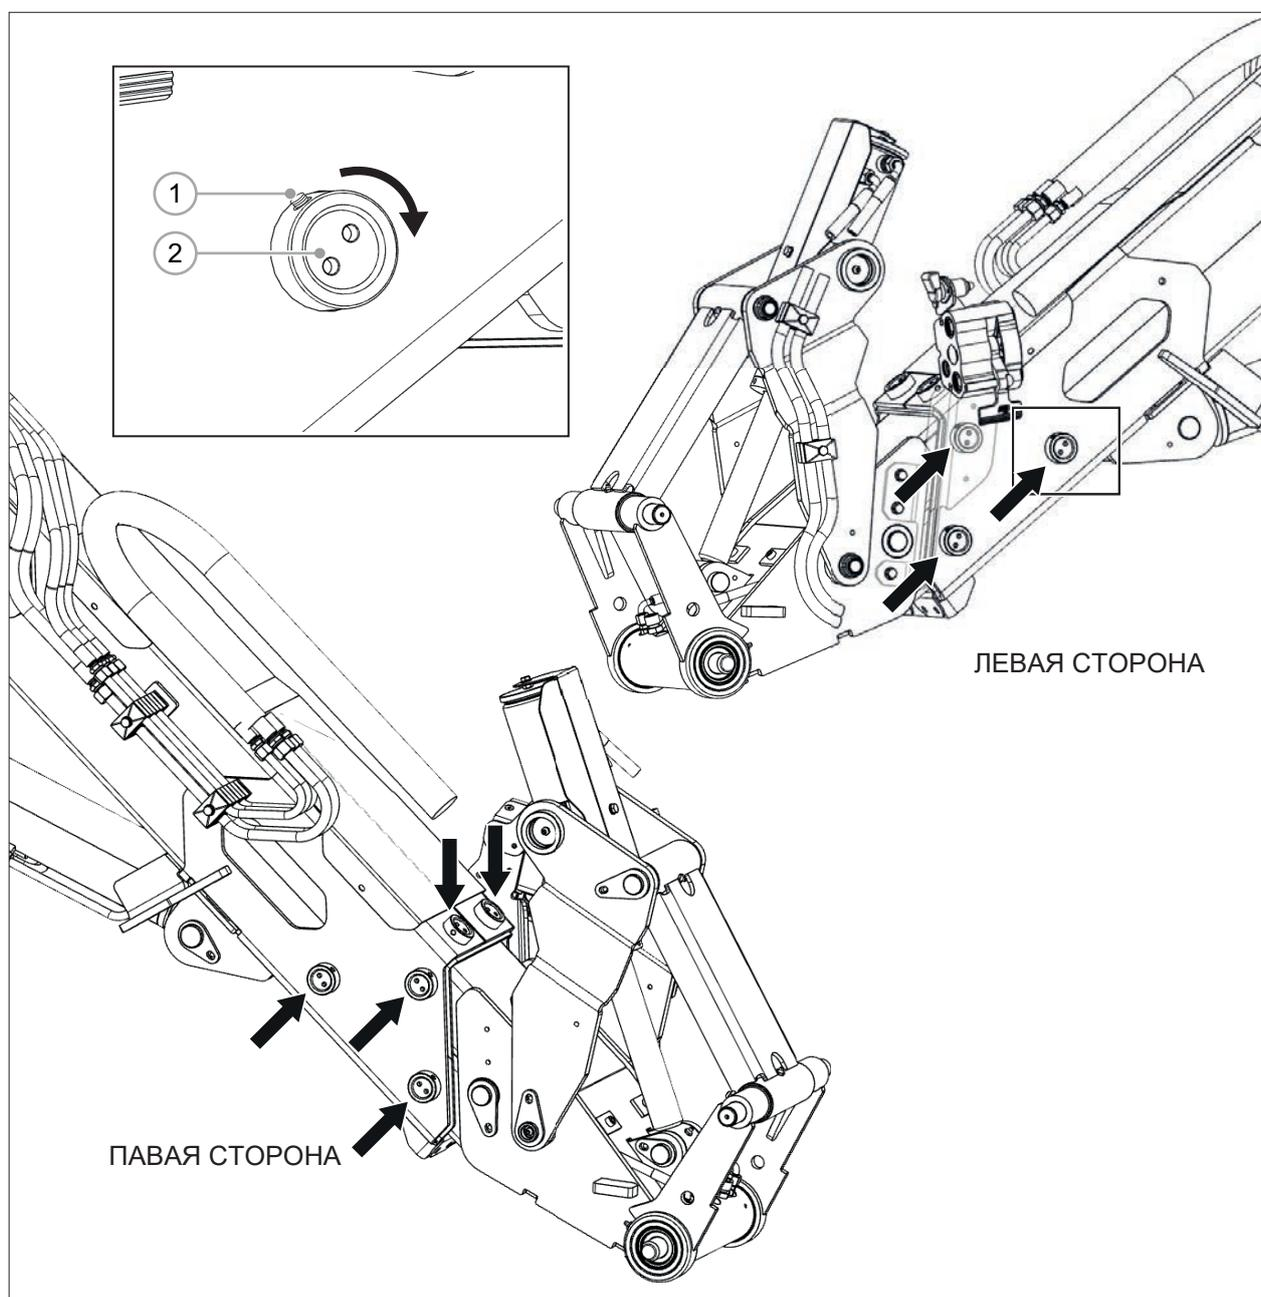

РИС. 58
- 3) Ослабьте стопорные винты (РИС. 58 – Сс. 1).
- 4) Медленно закрутите верхний регулировочный винт (РИС. 58 – Сс. 2) по часовой стрелке, пока не почувствуете небольшое сопротивление.
- 5) Затяните стопорный винт (РИС. 58 – Сс. 1), закрепив регулировочный винт направляющей стрелы.